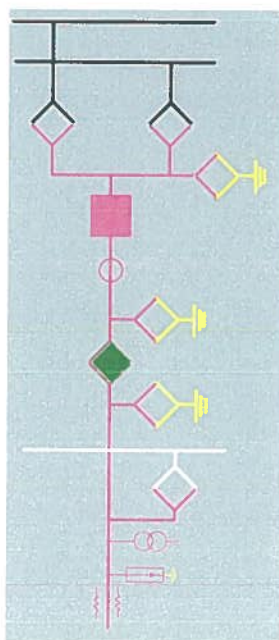

Fig. 7.17.
- c. Un alt caz este acela în care nu se cunoaște poziția întreruptorului sau acesta este într-o poziție „**necunoscută/nedefinită**”. În această situație va fi colorat cu magenta atât întreruptorul cât și zona până în polul deschis al următorului echipament de comutație (fig.7.17).